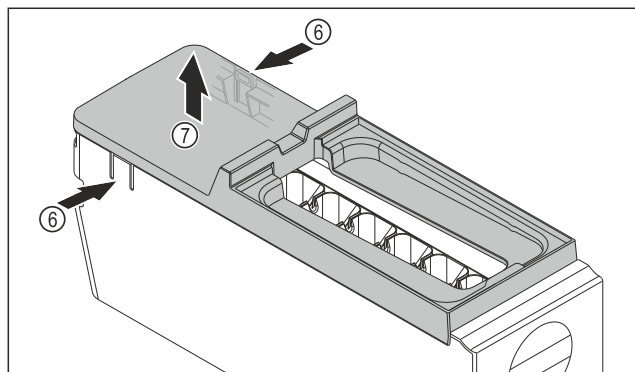

Fig. 77
- ▶ Afdekking van de EasyTwist-Ice-corpus wegnemen: Strips Fig. 77 (6) aan beide zijden van de EasyTwist-Ice-corpus met een hand indrukken.
- ▶ Afdekking Fig. 77 (7) met de andere hand van bovenaf wegnemen.